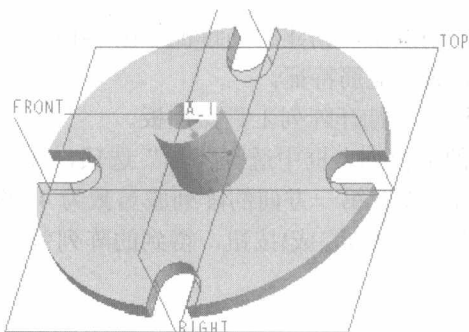

图 1-12 阵列效果
- (4) 单击阵列工具操控板中的 (完成) 按钮，得到的阵列效果如图 1-12 所示。